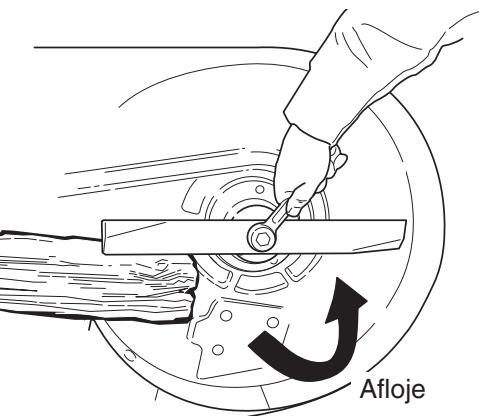

Figura 22. Remoción del Aspa
- Quite el aspa para inspeccionarla o para ganar acceso seguro al lado inferior de la cubierta de la podadora (vea la Figura 22). Use un bloque de madera para evitar que gire el aspa mientras afloja el tornillo de cabeza hexagonal girándolo a la izquierda.